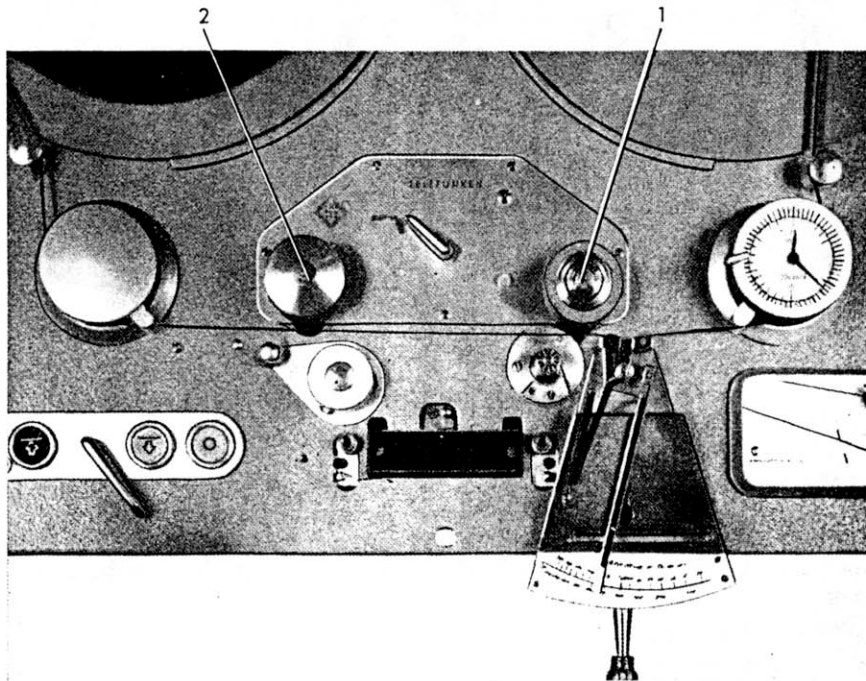

Bild 3: Andruckkräfte der Gummirollen (Pos. 1 u. 2, siehe Seite 13) und Bandzugmessung hinter Tonwelle, siehe Seite 17
- 3.1.3 **GUMMIANDRUCKROLLE TONWELLE**; siehe Bild 3; Pos. 1. Eine Bindfadenschlinge wird unterhalb der Rolle um die Achse gelegt und eine eingehängte Federwaage in Richtung Wickelmotorachse ausgezogen. Bei gezogenem Magneten darf der Abstand zwischen Gummiandruckrolle und Tonwelle nicht mehr als **3 mm** betragen; sonst wird die Feder überlastet.
- 3.1.4 **GUMMIANDRUCKROLLE-FILTERWELLE**; siehe Bild 3; Pos. 2
Nach erfolgter Einstellung Exzenterhülsen durch Spannschraube festziehen (sichtbar in Bild 3; Pos. 1).
BANDZUGE HINTER TONWELLE (siehe Bild 3)